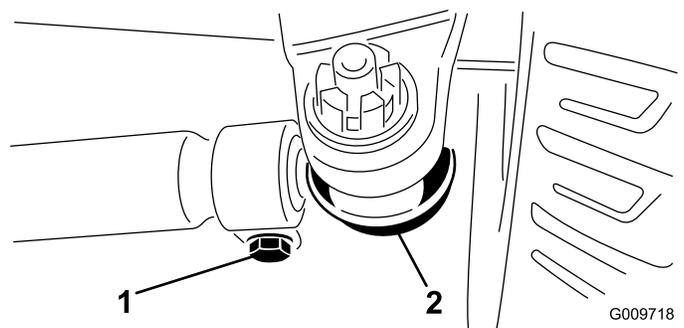

Figura 73
3. Allentate i fermi su entrambe le estremità dei tiranti (Figura 73).
2. Per regolare, togliete la coppia e il dado da uno dei giunti a sfera del tirante (Figura 73). Togliete il giunto a sfera del tirante dal supporto della scatola del ponte.